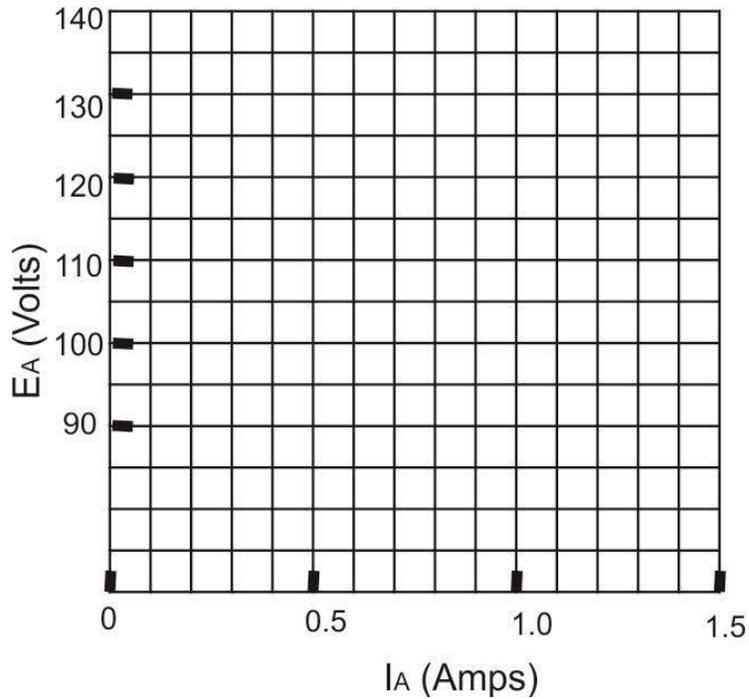

Figura 3
4. Dibuje la curva de regulación de voltaje  $E_A$  en función de voltaje  $I_A$ , en la gráfica que aparece en la figura 3.